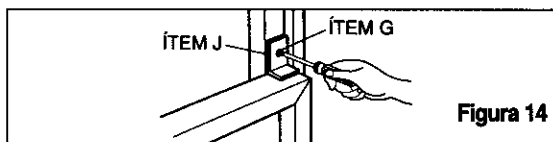

Figura 14
**13** Corte la cinta de espuma para que tenga la longitud correcta e insértela entre el marco superior de la ventana y el marco inferior de la ventana. (Figura 14)